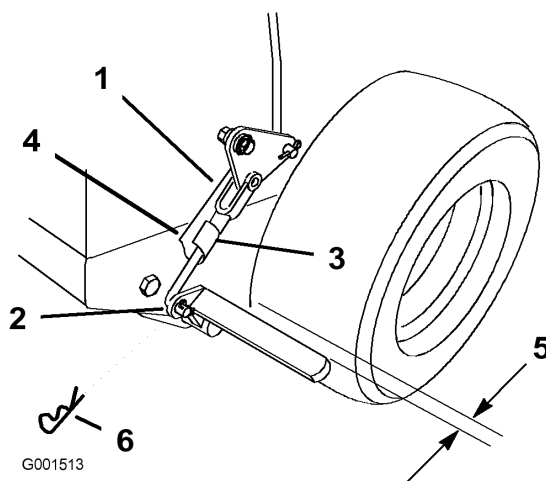

Figure 47
3. Enlevez la goupille fendue élastique de la biellette de frein inférieure (Figure 47).
4. Tournez la biellette de frein inférieure dans le sens horaire dans la chape pour serrer le frein de stationnement ; tournez la biellette de frein dans le sens anti-horaire hors de la chape pour desserrer le frein de stationnement (Figure 47).
Remarque: Il doit exister un écart d'environ 6 mm (1/4 de pouce) entre le pneu et la barre plate lorsque le frein de stationnement est desserré (Figure 47).
5. Fixez la biellette inférieure au levier de frein inférieur avec la goupille fendue et l'axe de chape (Figure 47).